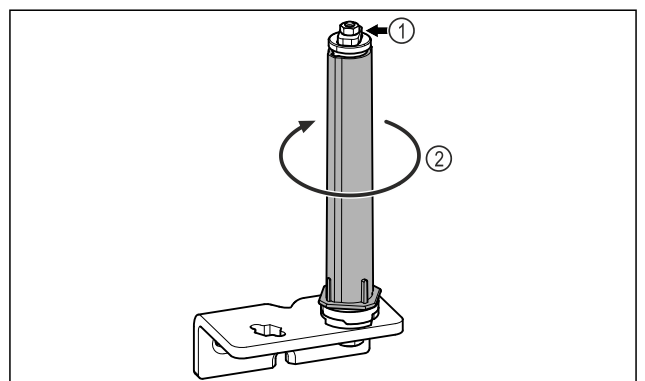

Fig. 23
- Mos e zbrërtheni sistemin e mbylljes së derës Fig. 23 (1).
- ▶ Rrotulloni sistemin e mbylljes Fig. 23 (2) derisa të kërcasë.